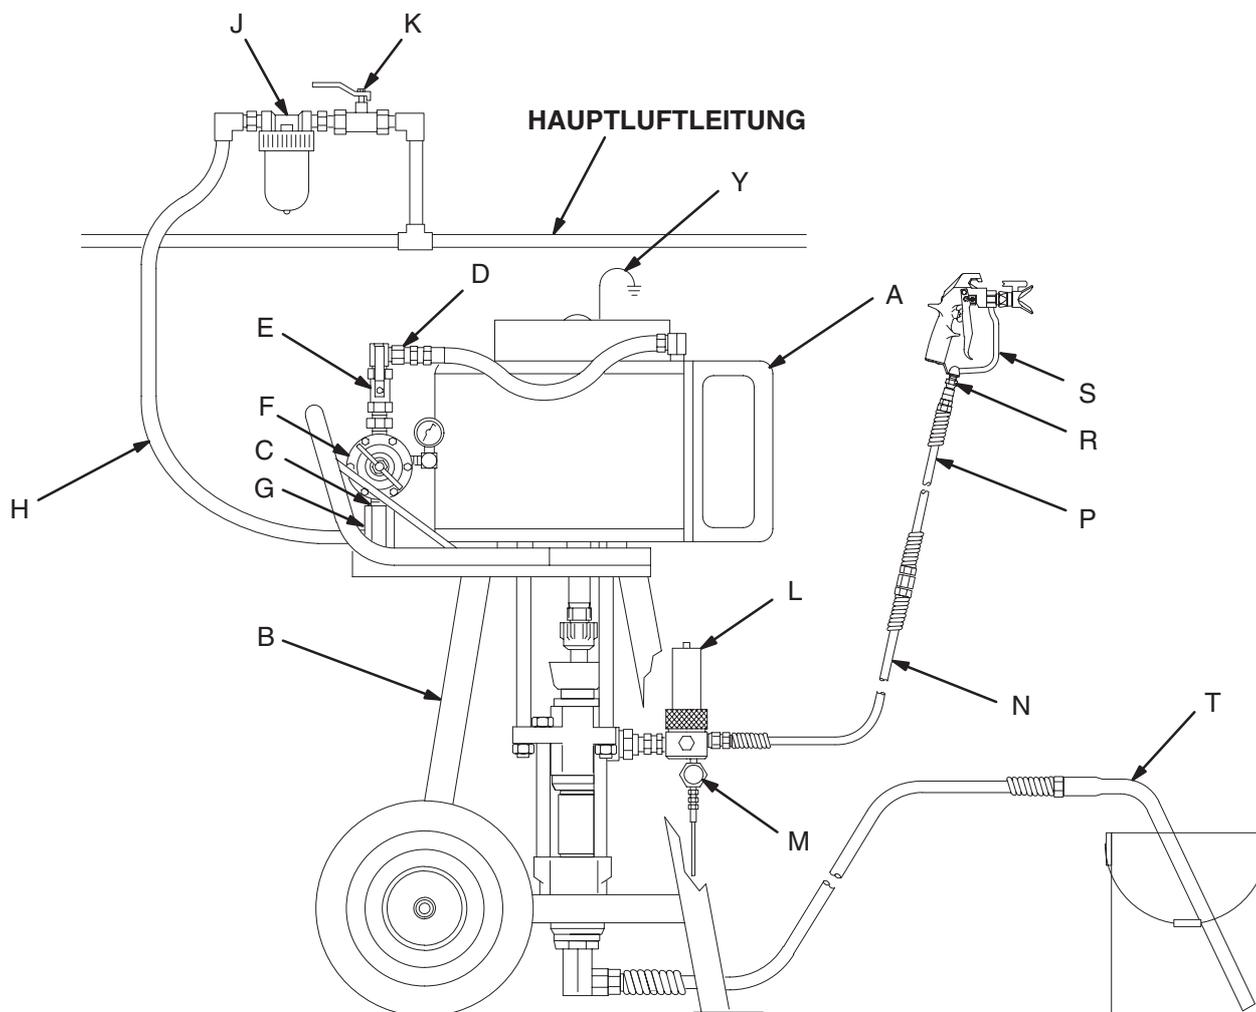

Abb. 2
Abb. 2 stellt nur eine Hilfe für die Auswahl und den Einbau von Systemkomponenten und Zubehörteilen dar. Der Graco-Händler oder die Technische Hilfe bei Graco (siehe Rückseite) helfen gerne bei der Zusammenstellung eines Systems, das Ihren besonderen Anforderungen entspricht.
Die Montage der Pumpe (A) muß der geplanten Installation des Systems entsprechen. Abb. 2 zeigt ein System, das auf einem fahrbaren Wagen montiert ist. Für Pumpenabmessungen und Montagebohrungen siehe Seite 23.
Die folgenden Zubehörteile an den in Abb. 2 gezeigten Stellen installieren und bei Bedarf Adapter verwenden:
- **Einen Materialfilter (L)** mit einem 250 Micron-Element aus Edelstahl zum Filtern von Partikeln aus dem Material, wenn dieses aus der Pumpe austritt. Der Filter enthält ein **Materialablaßventil (M)**, welches im System zum Entlasten des Druckes in Schlauch und Pistole benötigt wird (siehe **WARNUNG** links).
- **Eine Pistole (S)** verteilt das Material. Die in Abb. 2 gezeigte Pistole ist eine Airless Spritzpistole für Materialien mit leichter bis mittlerer Viskosität.
- **Ein Pistolendrehgelenk (R)** gibt der Pistole mehr Bewegungsfreiheit.
- **Ein Ansaugsatz (T)** ermöglicht es der Pumpe, Material aus einem 19 l Eimer zu saugen.
1. Siehe Abb. 2 auf Seite 6. Den Ansaugsatz (T) mit dem Materialeinlaß der Pumpe verbinden und das Rohr in das anzusaugende Material geben.
2. Sicherstellen, daß der Luftregler (F) geschlossen ist. Dann den Kugelhahn (E) der Pumpe öffnen. Einen Metallteil der Spritzpistole (S) fest an eine Seite eines geerdeten Metalleimers drücken und den Abzug geöffnet halten. Nun langsam den Luftregler öffnen, bis die Pumpe anläuft.
4. Wenn die Pumpe nicht vollständig vorgefüllt wird, das Materialablaßventil (M) öffnen. Das Materialablaßventil ist als Entlüftungsventil zu verwenden, bis das Material aus dem Ventil fließt. Siehe Abb. 2. Das Materialablaßventil schließen.
7. Darauf achten, daß die Pumpe niemals ohne dem zu pumpenden Material arbeitet. Eine trockenlaufende Pumpe kann sich selbst beschädigen. Ein Trockenlaufsicherungsventil (C), das automatisch die Luftzufuhr zur Pumpe abschaltet, wenn die Pumpe über eine voreingestellte Geschwindigkeit läuft, kann bestellt werden. Siehe Abb. 2 auf Seite 6. Wenn die Pumpe zu schnell läuft, sofort die Pumpe abschalten und die Luftzufuhr unterbrechen. Wenn der Behälter für die Materialzufuhr leer ist und Luft in die Leitungen gelangt ist, den Behälter wieder auffüllen und die Pumpe und die Leitungen mit Material füllen, oder beides spülen und mit der verträglichen Lösung gefüllt lassen. Sicherstellen, daß die gesamte Luft aus dem System abgelassen wurde.